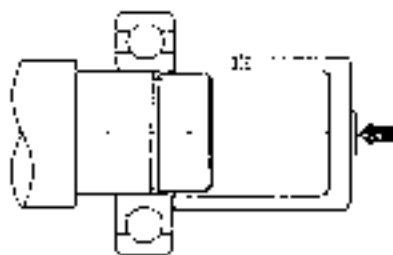
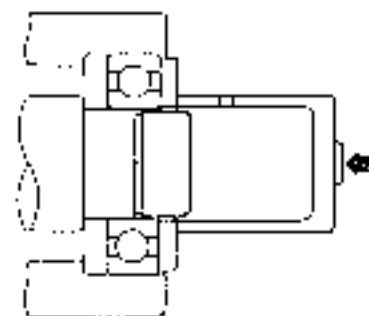

Fig. 1
Fig. 2
- Small and medium size bearings with small interference can be installed on the shafts at room temperature, with the use of a fixture shown in Fig. 1. Where both the outer and the inner rings have interference, use a fixture as shown in Fig. 2 to apply even force to both rings, or drive them little by little. Avoid driving only the outer ring, forcing the inner ring through the balls, because this will cause dents or damage on the tracks.
- 締めしろの小さい小・中型の軸受け、圧入力が小さいので、常法のままに軸に内輪を圧入することができる。この場合は、Fig. 1のような当て金を用い、また内輪・外輪とも締めしろがある場合はFig. 2のような当て金を用い、軸受側面に均等に力を加えて圧入するか、徐々に打ち込んでいくのがよい。外輪に当て金を当てて内輪を取り付けることは、軌道面に圧こみや段をつける原因となるので絶対に避けなければならない。